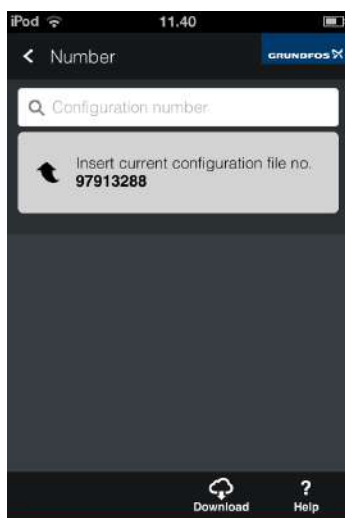

Рис. 37 Загрузка файлов GSC
9. Загрузите файлы MAGNA GSC при помощи элемента [Download] (загрузить) панели инструментов. См. рис. 37.